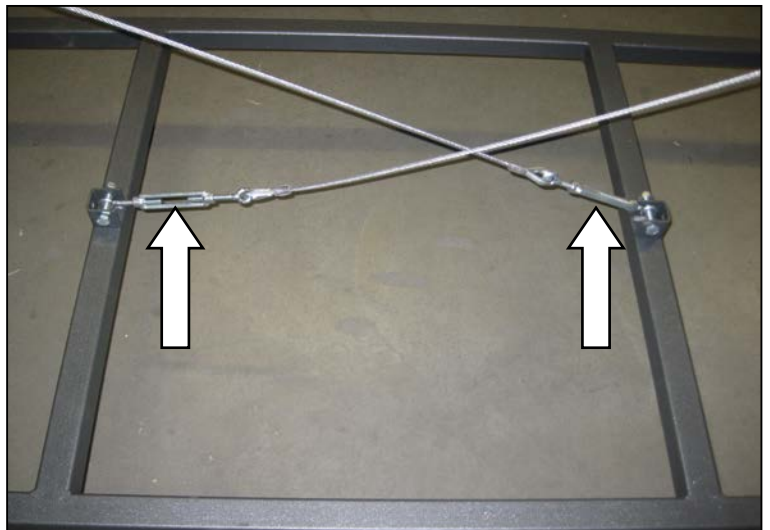

Bild 6
- 5)** Montageschritt 4 (Bild 6):